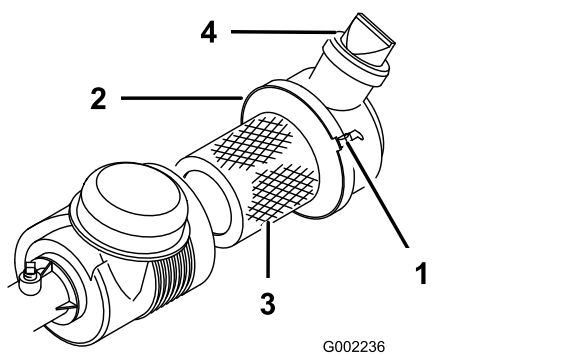

Рисунок 39
Проверьте корпус воздухоочистителя на отсутствие повреждений, которые могли бы вызвать утечку воздуха. Убедитесь в том, что пылезащитная крышка плотно и герметично установлена на воздухоочиститель. Замените поврежденный корпус воздухоочистителя. Сожмите клапан (Рисунок 39) перед каждым использованием, чтобы очистить его от пыли и загрязнений. Производите техническое обслуживание воздушного фильтра через каждые 100 часов работы.
корпусу (Рисунок 39), и отделите крышку от корпуса.
7. Закрепите хомуты (Рисунок 39).
4. Установите крышку, клапан при этом должен быть направлен вниз, и закрепите ее хомутами (Рисунок 39).